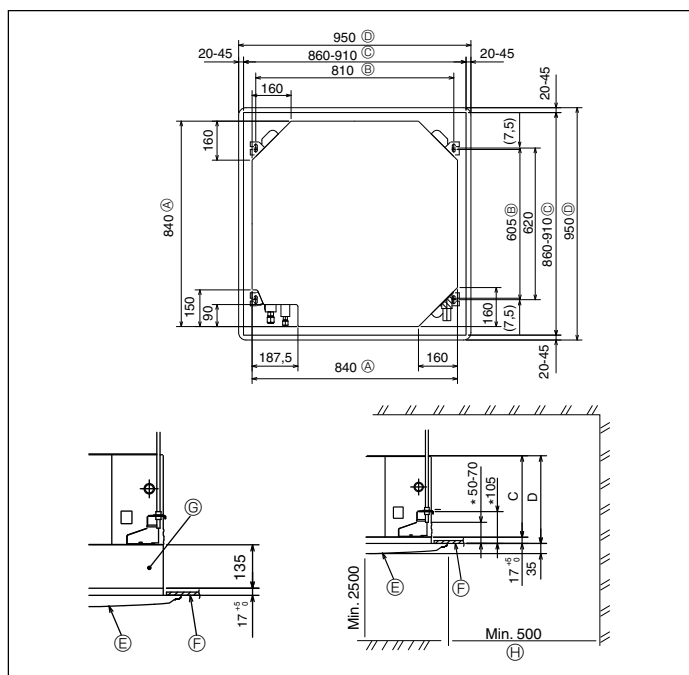

Fig. 3-2
④	Bånd	8
⑤	Skruer til spændskiver til montering af gitter (M5 × 25)	4
⑥	Drænuffe	1
⑦	Isolering	1
⑧	Konisk møtrik 1/4F(P60)	1
3.2. Åbninger mod loft og placering for installation af suspensionsbolt (Fig. 3-2)
* Dimensionerne på åbningerne i loftet kan reguleres inden for det i Fig. 3-2 viste område. Hovedenheden centrerer sig i forhold til åbningen i loftet, således at mellemrummet mellem enhedens sider og loftkanterne er ens på alle sider.